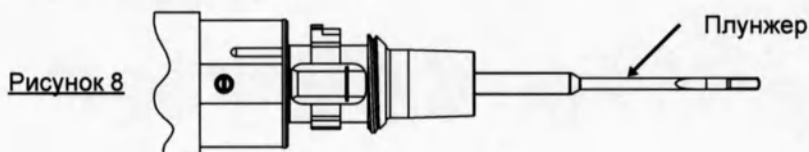

Рисунок 8
- Шаг третий: Сотрите любые отложения с корпуса рукоятки для автоматической имплантации ИОЛ, передней конусообразной части и открытого плунжера (рисунок 8) мягкой неабразивной тканью.